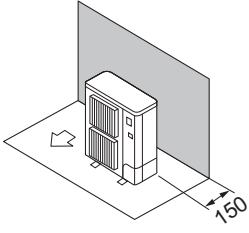

Fig. 3-5
- ① Yalnızca arkadaki engeller (Fig. 3-5)